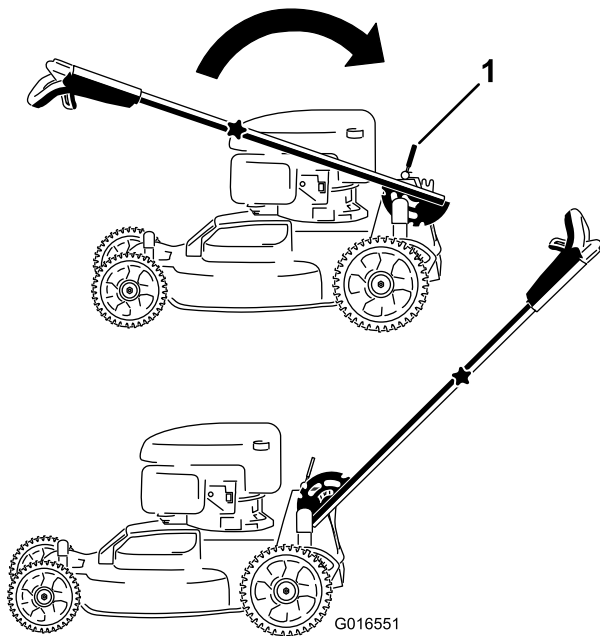

Figura 4
1. Ruotate la maniglia superiore in modo che si allinei con quella inferiore (Figura 3), quindi serrate entrambe le manopole sulla maniglia per bloccare la miniglia superiore in posizione (Figura 4).
2. Disinserite la leva del blocco della maniglia (Figura 4).
3. Tirate indietro la maniglia e bloccatela in posizione (Figura 4).